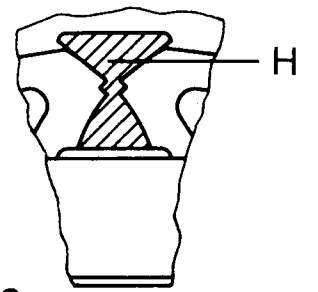
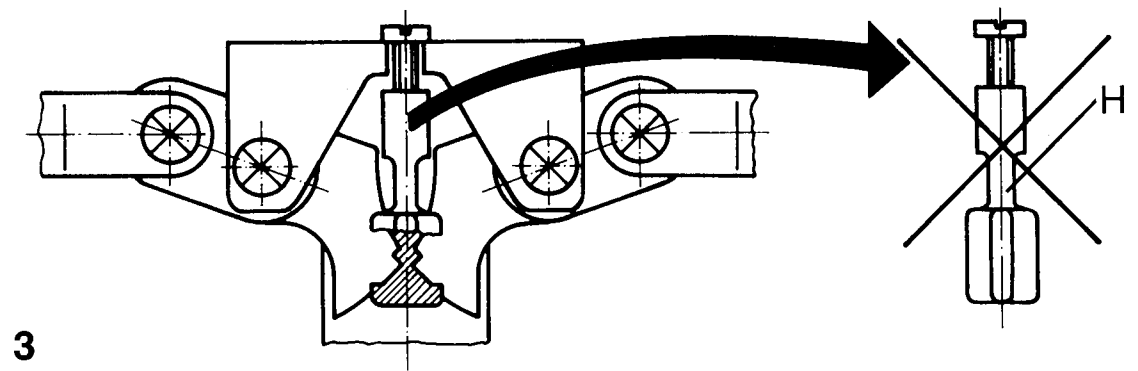

Abb. 2
Abb. 3
8. -. Platte so weit verschieben, bis Justierlehre fest in den Hebeln anliegt (siehe Abb. 2)
8. -. Slide plate G until setting gauge is held firmly in the levers. (Fig. 2).
10. 7. Remove setting gauge H (Fig. 2) (Fig. 3).
8. -. Décaler la plaque G jusqu'à ce que la jauge colle aux leviers (voir fig. 2)
10. 7. Retirer la jauge H (fig. 2 et 3)